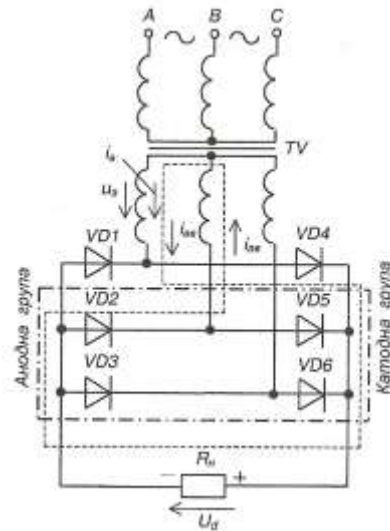

Рис. 2.4 - Трифазна мостова схема (схема Ларіонова)
- двопівперіодна мостова, рис. 2.4 (схема Ларіонова).